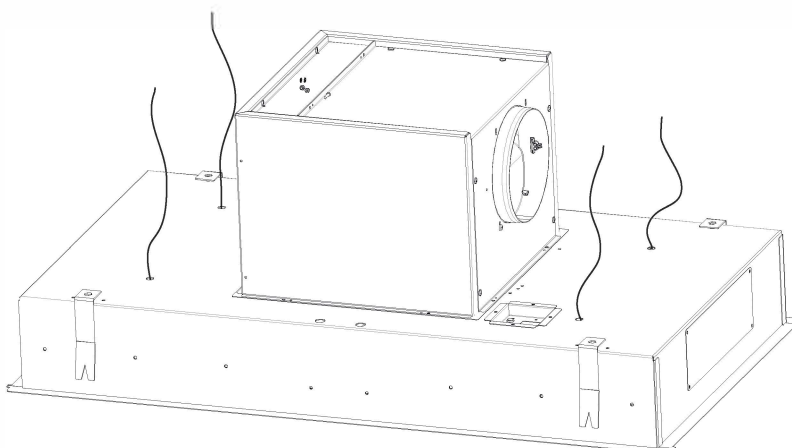

Fig. 20
5. ➔ Skub nu stålwirene igennem fra toppen og ned i emhætten igennem sikkerhedslåsen((Fig. 20).